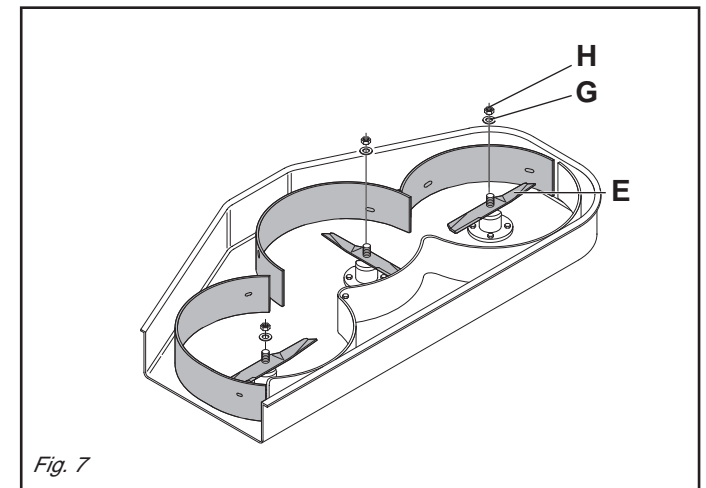

Fig. 7
*Unscrew the M18 nuts, disassemble the old blades and replace them with the ones in the KIT (E Fig. 7). Tighten the nuts to a 175 Nm torque value (see Fig. 7).*
*Unscrew the M18 nuts, disassemble the old blades and replace them with the ones in the KIT (E Fig. 10). Tighten the nuts to a 175 Nm torque value (see Fig. 7).*
Die Muttern M18 losschrauben, die vorhandenen Messer ausbauen und durch die ersetzen (E Abb. 7), die sich im Bausatz befinden. Die Muttern mit dem Drehmoment von 175 Nm anziehen (siehe Abb. 7).
Die Muttern M18 losschrauben, die vorhandenen Messer ausbauen und durch die ersetzen (E Abb. 10), die sich im Bausatz befinden. Die Muttern mit dem Drehmoment von 175 Nm anziehen (siehe Abb. 7).
*Dévisser les écrous M18, démonter les lames existantes et les remplacer par les lames fournies à l'intérieur du KIT (E Fig. 7), en serrant les écrous avec un couple de 175 Nm (voir Fig. 7).*
*Dévisser les écrous M18, démonter les lames existantes et les remplacer par les lames fournies à l'intérieur du KIT (E Fig. 10), en serrant les écrous avec un couple de 175 Nm (voir Fig. 7).*
Perforar la carrocería respetando escrupulosamente las posiciones indicadas en las INSTRUCCIONES DE MONTAJE contenidas dentro del embalaje KIT MULCHING. Desenroscar las tuercas M18, desmontar las cuchillas existentes y sustituirlas con las suministradas en el KIT (E Fig. 7), ajustando las tuercas con un par de apriete de 175 Nm (véase Fig. 7).
Desenroscar las tuercas M18, desmontar las cuchillas existentes y sustituirlas con las suministradas en el KIT (E Fig. 10), ajustando las tuercas con un par de apriete de 175 Nm (véase Fig. 7).